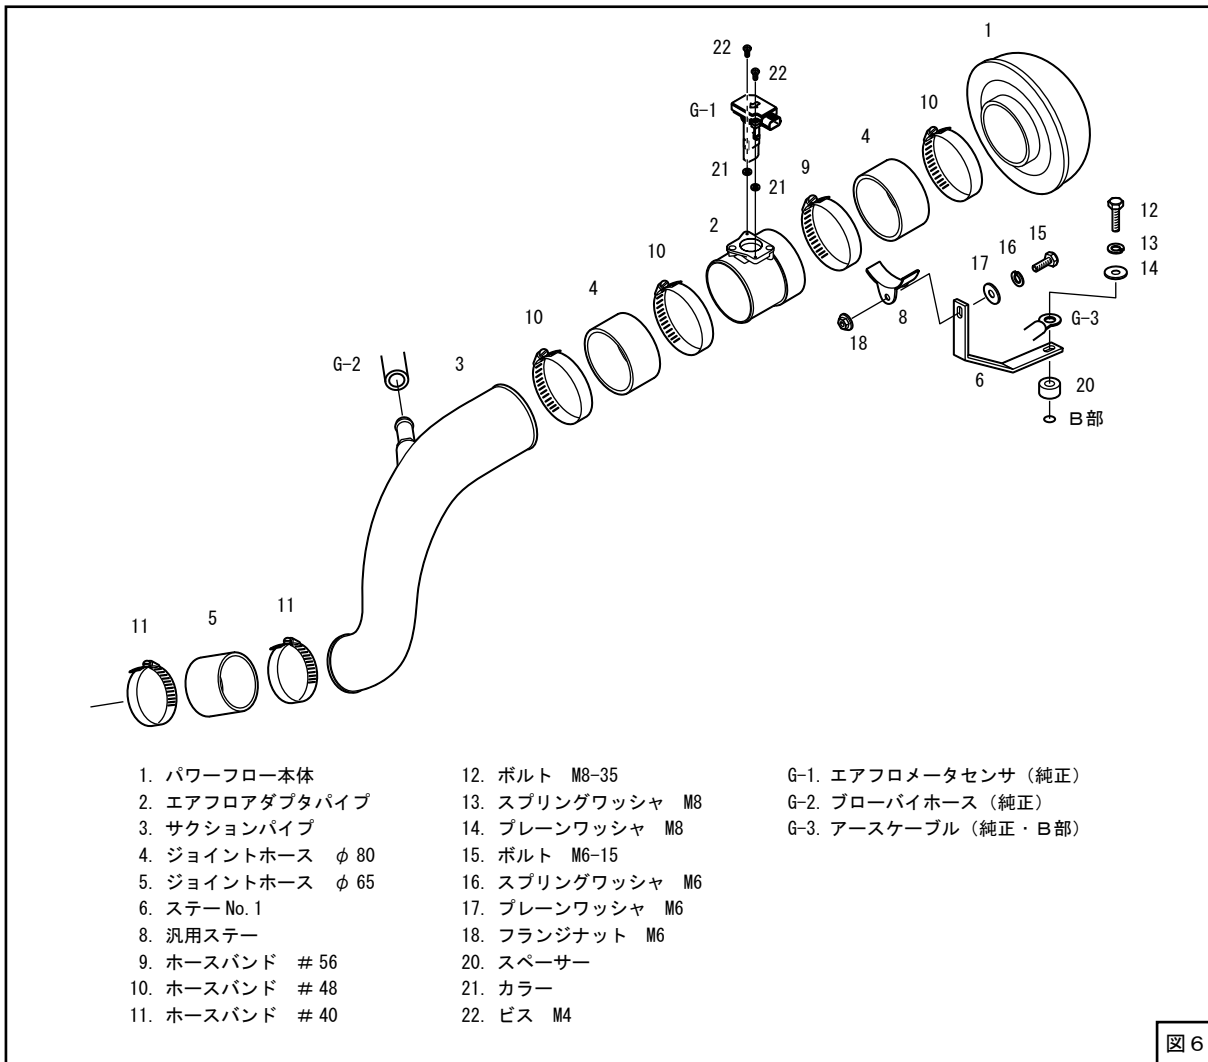

図6
(締付けトルク 2.0～3.0N・m{0.2～0.3kg・m}) (図4、図6)
- (3) B部のボルトを外し、キットパーツを使用してステー No. 1を仮付けしてください。(図5、図6)
(4) キットパーツを仮付けしてください。(図5、図6、図7)